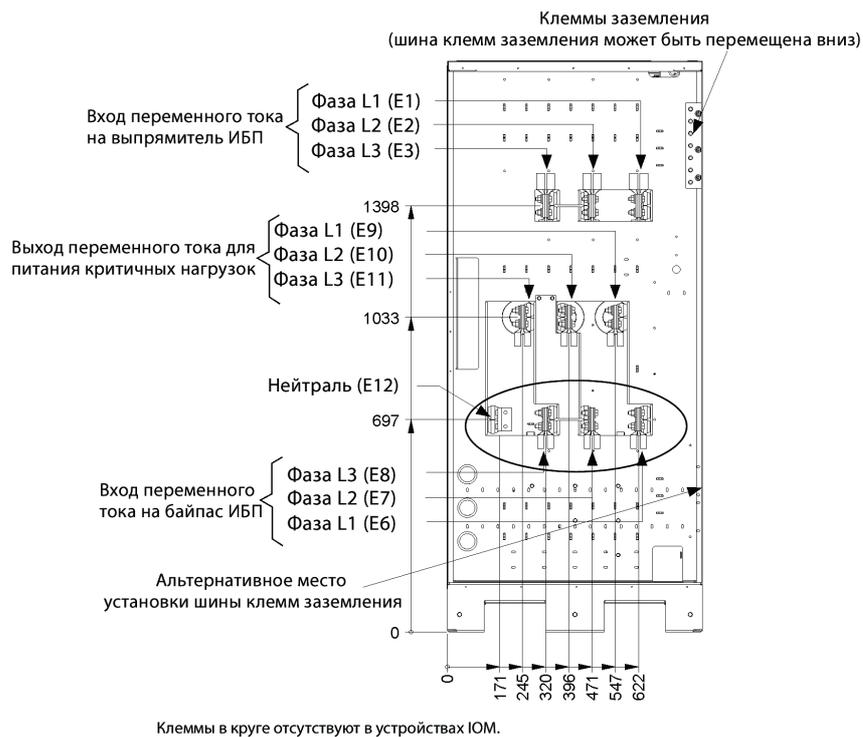
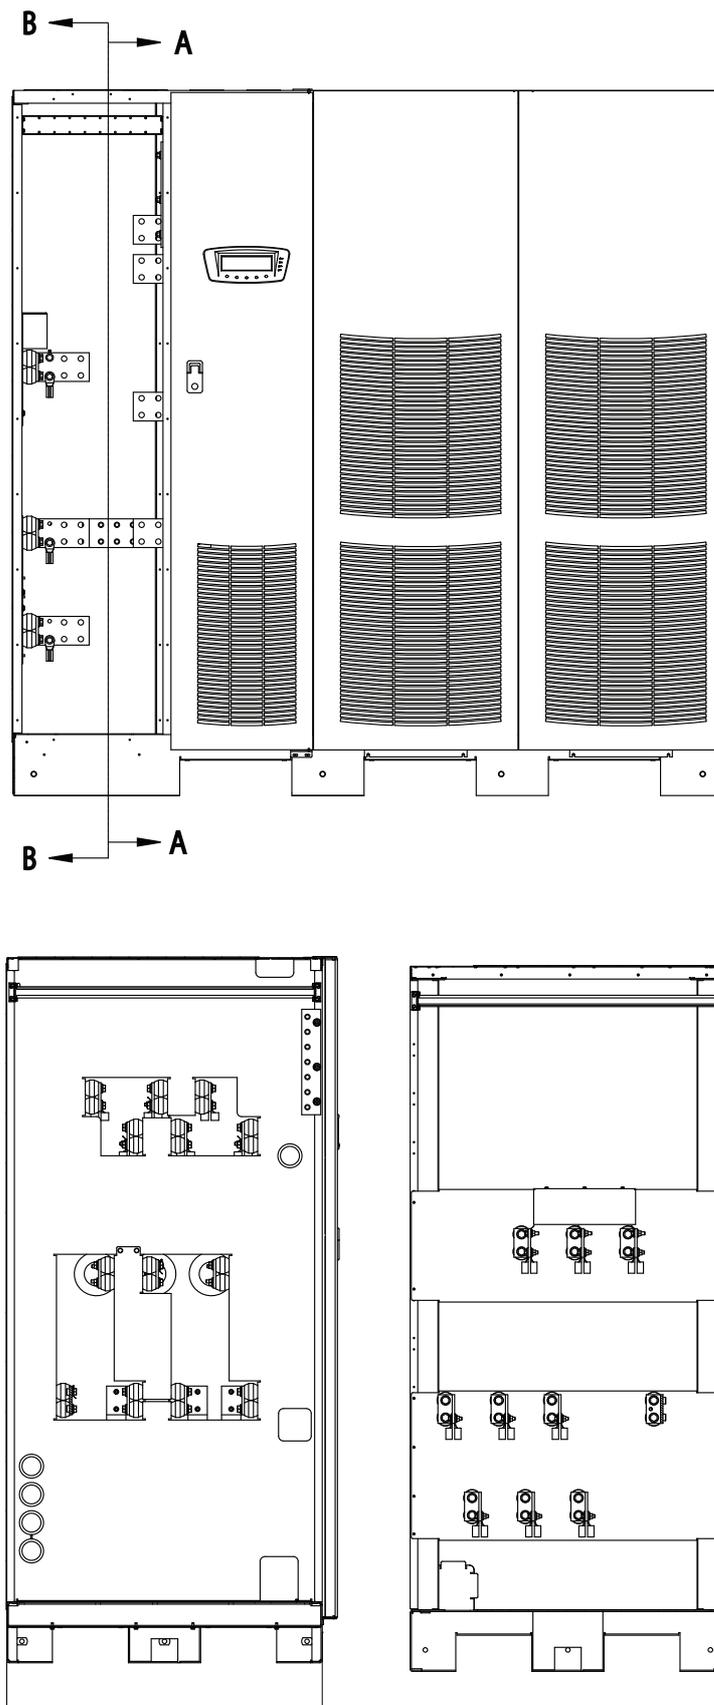
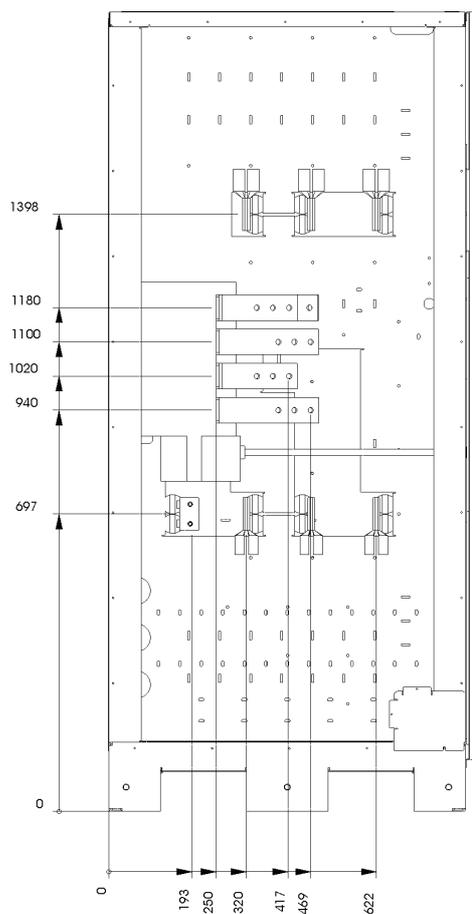

**Рис. 4-4. Расположение входов проводки**
Рис. 4-7. Расположение клемм питания ИБП - отдельный выпрямительный ввод
Рис. 4-9. Вид сбоку. Расположение клемм питания ИБП, версия MBS
Снимите верхние или нижние вводные пластины шкафа ИБП и просверлите/пробейте в них отверстия (см. Рис. 4-4).
2. Проведите входной и выходной кабели сверху или снизу шкафа к клеммам ИБП. Для получения информации о доступе к проводке и расположении клемм общего питания через выпрямитель см. Рис. 4-4 - Рис. 4-9, а для получения информации о расположении клемм отдельного питания через выпрямитель см. Рис. 4-7.
2. Проведите и подключите кабели аккумулятора между ИБП и аккумуляторными шкафами согласно инструкциям в руководстве по установке интегрированного аккумуляторного шкафа Eaton 9395 (модель IBC-L). Для получения информации о доступе к проводке и расположении клемм см. Рис. 4-4 - Рис. 4-9.
5. Проведите и подключите кабели аккумулятора между ИБП и аккумуляторной системой. Для получения информации о доступе к проводке и расположении клемм см. Рис. 4-4 - Рис. 4-9 .
5. Снимите верхние вводные пластины интерфейсной проводки шкафа ИБП и просверлите/пробейте в них отверстия и просверлите/пробейте в них отверстия (см. Рис. 4-4 на стр. 35).